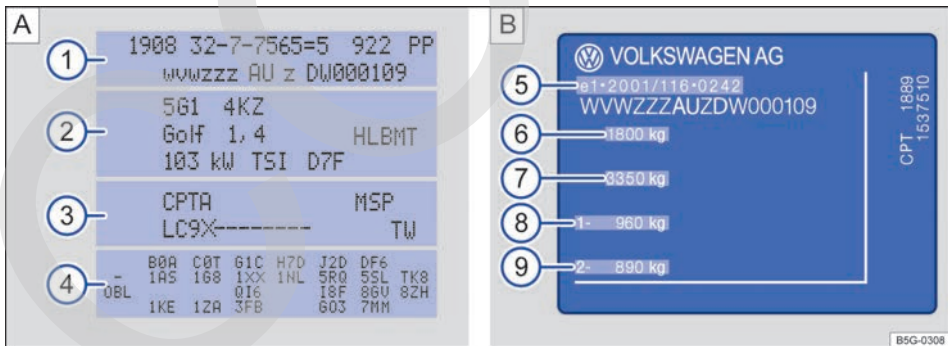

Fig. 238 **A** Portadatos del vehículo: en la figura, por ejemplo, con letras distintivas del motor CPTA **3**. **B** Placa de modelo.
El portadatos del vehículo → fig. 238 A va pegado en el Plan de Mantenimiento y en la pared trasera del maletero, detrás del guarnecido. En él figuran los siguientes datos:
- ① Número de identificación del vehículo (número de bastidor)
- ② Modelo de vehículo, potencia del motor y caja de cambios
- ③ Letras distintivas del motor y del cambio, referencia de la pintura, equipamiento interior. En el ejemplo, las letras distintivas del motor son "CPTA" → fig. 238.
- ④ Equipamientos opcionales, números PR
La placa de modelo → fig. 238 B se encuentra en la parte inferior del montante de la puerta del conductor. Se ve abriendo esta puerta. Los vehículos destinados a determinados países no llevan placa de modelo.